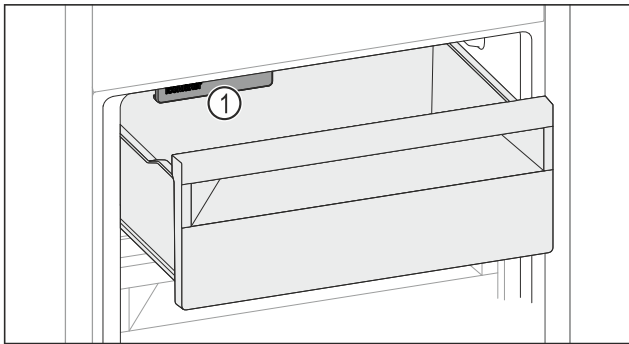

Fig. 223
- Слідкувати за функцією IceMaker Fig. 223 (1).